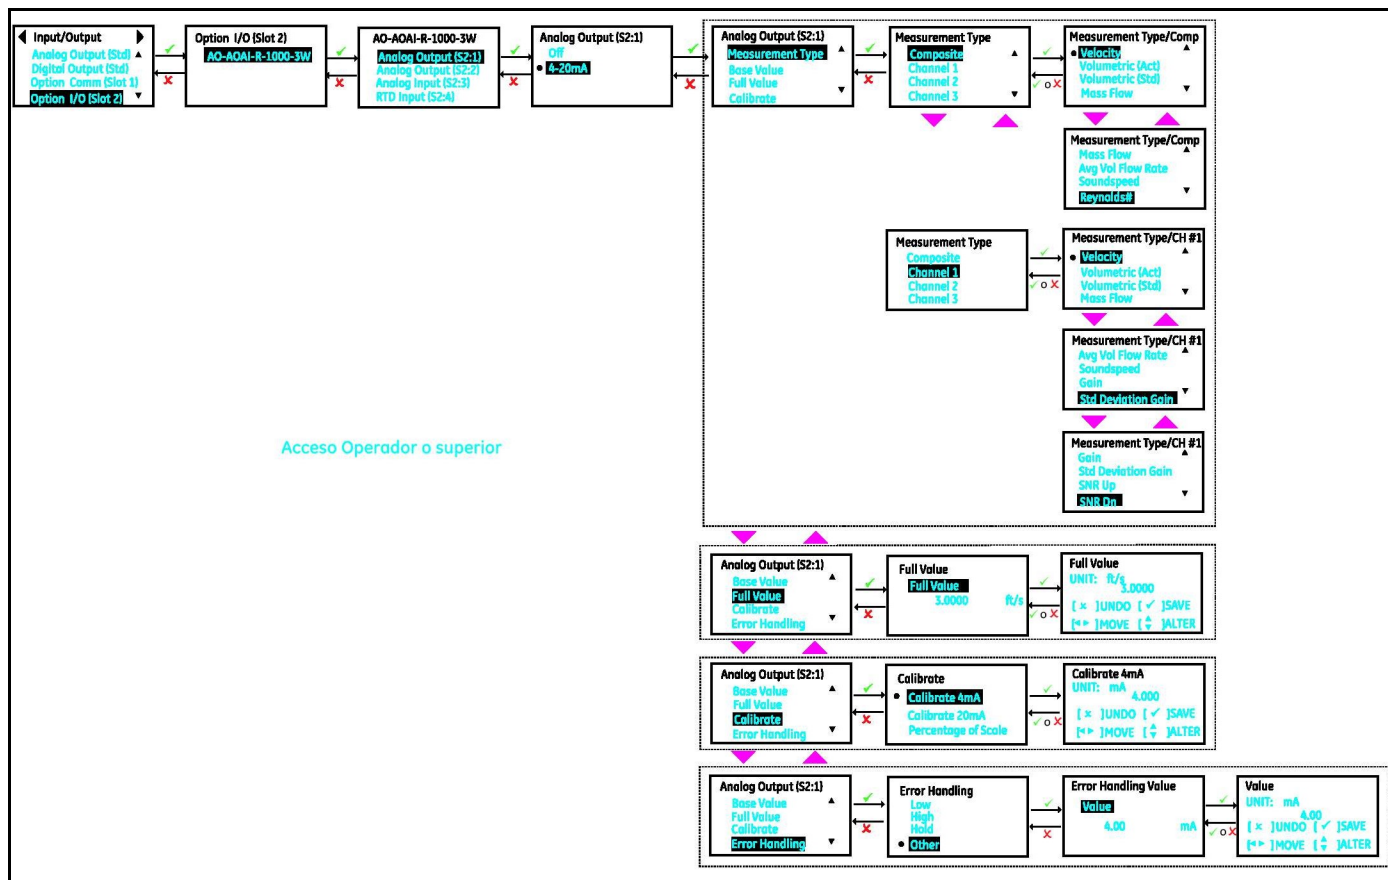

Figura 63: Configurar una salida analógica de E/S opcional
4. Si conecta una salida analógica, seleccione la opción 4-20 mA. La Figura 63 muestra las opciones disponibles.